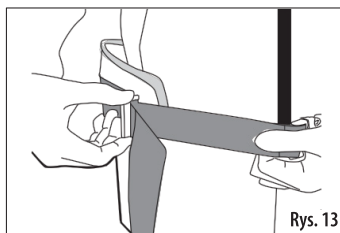

Rys. 11
1. Przelóż ręce przez paski naramienne szelek, aby podeprzeć akumulator plecakowy na plecach i tymczasowo ustaw oba paski naramienne w wygodnych pozycjach, upewniając się, że ramiona mogą poruszać się wygodnie. (Rys. 11).